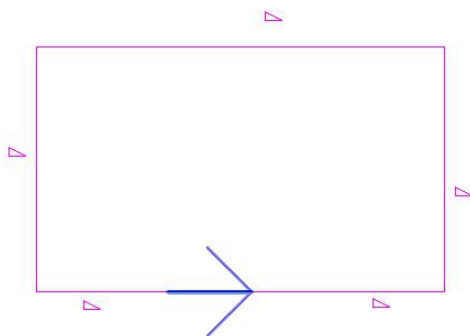

图 7-29 坡度箭头的正确放置
- 5) 单击“修改 | 创建迹线屋顶”选项卡下“绘制”面板种的“坡度箭头”工具, 在属性选项板设置“头高度偏移值”, 然后从老虎窗线段的一端到中点绘制坡度箭头 (图 7-29)。